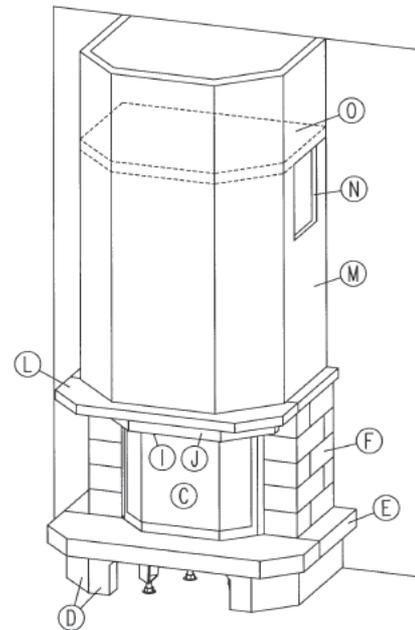

Abb. 10
- 14.4 Legen Sie dann die Promasilplatten der Zwischendecke auf das Schürzenunterteil sowie auf die hinteren Dämmplatten bündig und waagrecht auf. Die Einzelteile der Zwischendecke müssen dicht miteinander verklebt sein! Auf die Zwischendecke setzen Sie die Schürze weiter bis zur Zimmerdecke. (Abb. 10)